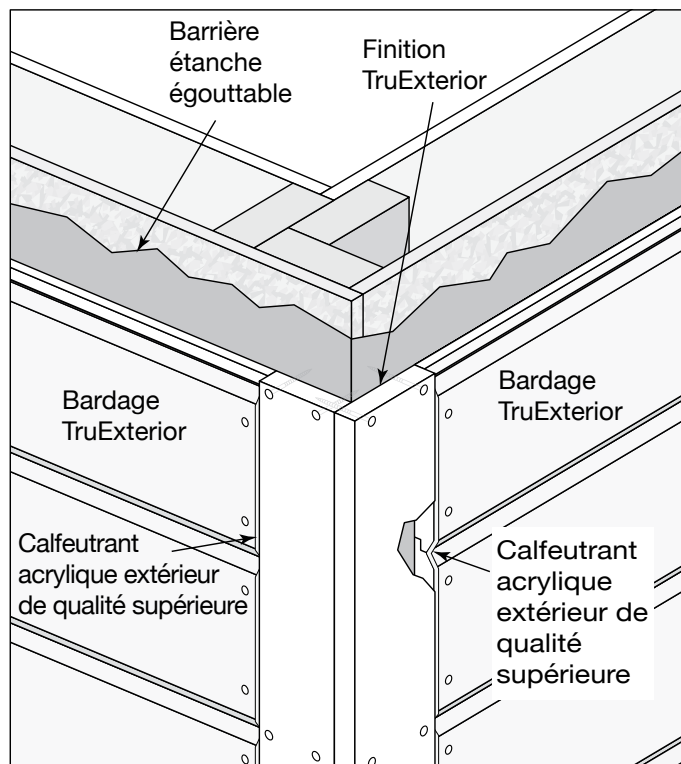

Fig. 9b : Détail de l'arête extérieure, sans écart et avec calfeutrants
- Les arêtes extérieures typiques sont créées à l'aide de pièces de finition de 1 po x 5 po et de 1 po x 6 po installées à l'aide d'attaches approuvées (Fig. 9b).
- Fixez chaque pièce de finition à l'aide de 2 clous tous les 16 po sur toute la longueur de chaque pièce de finition, en décalant légèrement le motif des clous pour éviter qu'ils entrent en contact avec les clous opposés (Fig. 9b).
- Assurez-vous que les clous pénètrent dans la charpente et que ceux de la pièce de finition la plus longue pénètrent la pièce de finition la plus courte dans le coin (Fig. 9b).
- Aboutez chaque passe de bardage à la finition de coin et fixez-la en place (Fig. 9b).
- Scellez le joint entre la finition de coin extérieur et le bardage à l'aide de calfeutrants acryliques extérieurs de qualité supérieure (Fig. 9b).